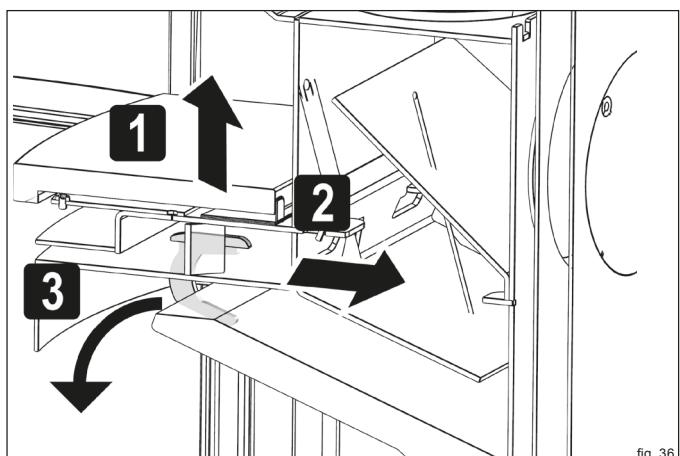

fig. 36
- ▶ Rimuovere i supporti dei refrattari (fig. 36).